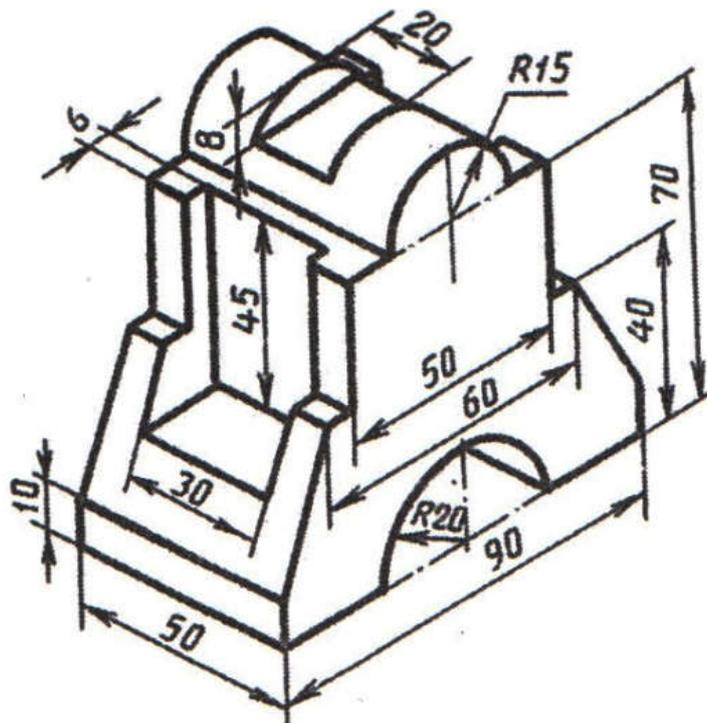

Рис.5
3. Выполнить построение 3D моделей с использованием команд «Выдавить» и «Вытягивание» (рис. 5, 6, 7)